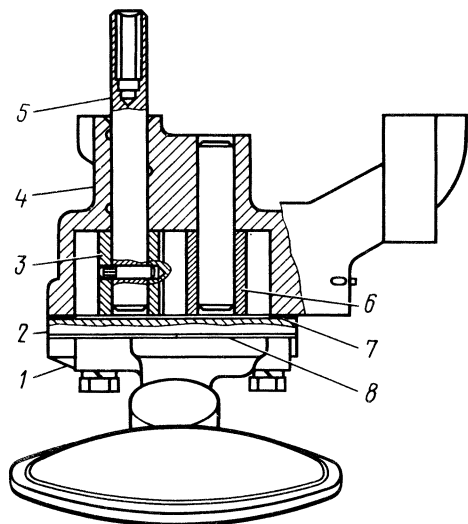

Рис. 14. Масляный насос:
**Масляный насос** (рис. 14) шестеренчатого типа установлен внутри масляного картера и крепится к блоку цилиндров двумя шпильками. Корпус насоса изготовлен из алюминиевого сплава, крышка насоса — из чугуна, шестерни насоса — из металлокерамики. Ведущая шестерня закреплена на валу штифтом; ведомая — свободно вращается на оси, запрессованной в корпусе насоса.